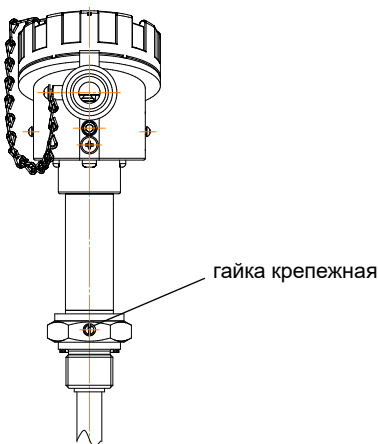

Рисунок 5.1 – Расположение крепежной гайки на корпусе УПМ-51
- 1) отвинтите крепежные гайки (3 шт) на корпусе уровнемера (рисунок 5.1);